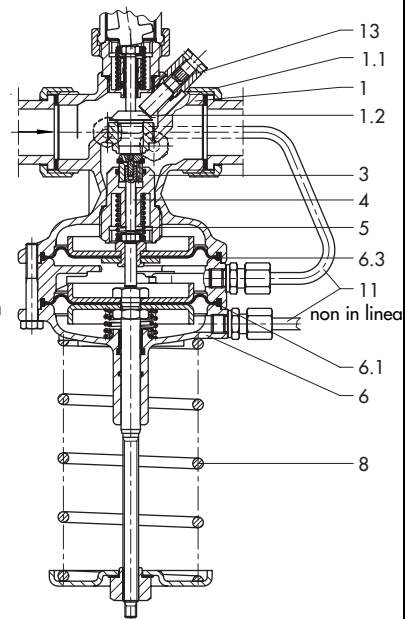

Fig. 5 - Tipo 2487/5825, PN 25
**Regolatori di portata e di pressione differenziale tipo 2487/582.** (Fig. 5)